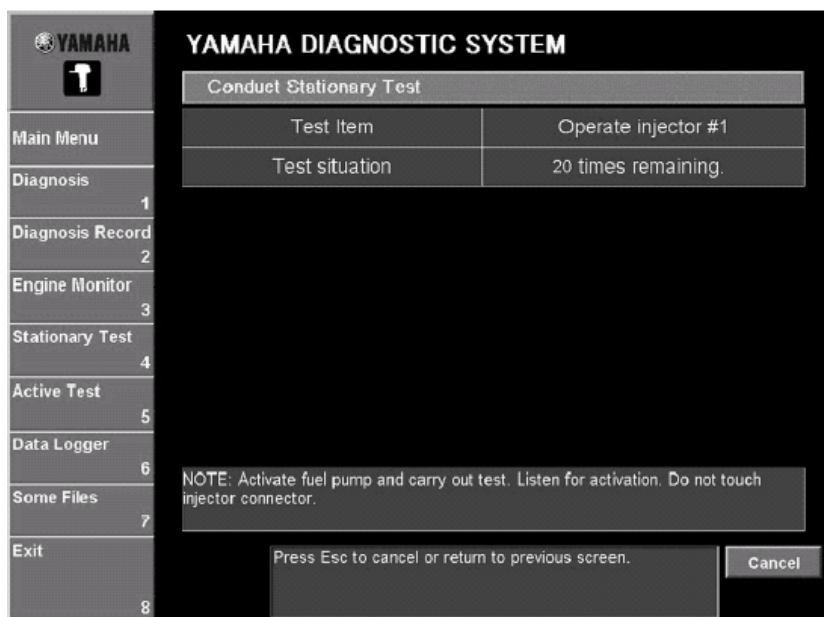

Рис. 73
3. Щелкнуть по **Выполнить(Execute)** или нажать клавишу Enter клавиатуры. (Рис. 73)